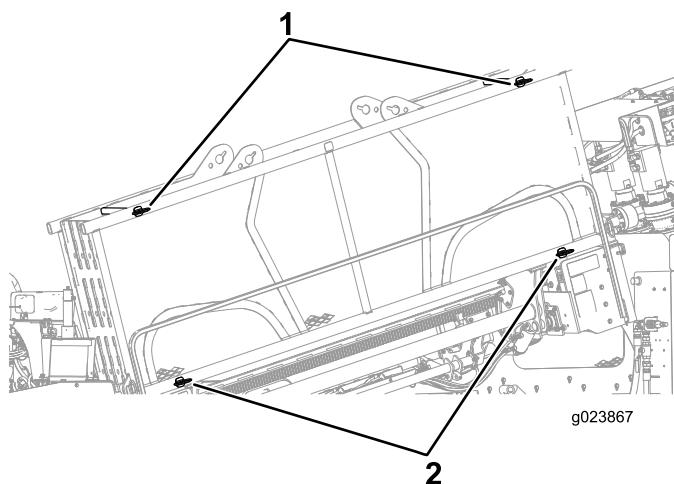

Bild 67
1. Stellen Sie sicher, dass die zwei oberen und zwei unteren Stifte montiert sind, um das Rohr im Rohrhalter zu befestigen (**Bild 67**).